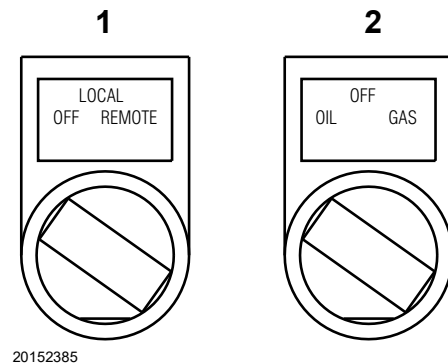

Fig. 46
- 1 Utiliser l'interrupteur 2)(Fig. 46).
Pour activer le système de sélection de combustible à distance, régler l'interrupteur 1)(Fig. 46) sur « à distance ».
Mettre l'interrupteur 1)(Fig. 46) sur « **LOCAL** ».
Régler l'interrupteur 2)(Fig. 46) sur le bon combustible.